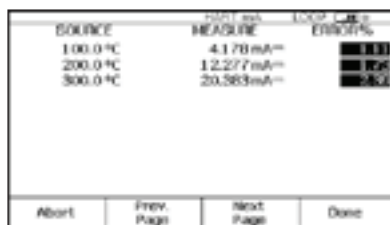

Figura 8.
9. Una vez realizada esta evaluación, el DPC mostrará la pantalla de resumen de los resultados de la prueba con las columnas SOURCE, MEASURE y ERROR. Los fallos de la columna de errores aparecerán en negativo (Figura 8). Pulse "Done".